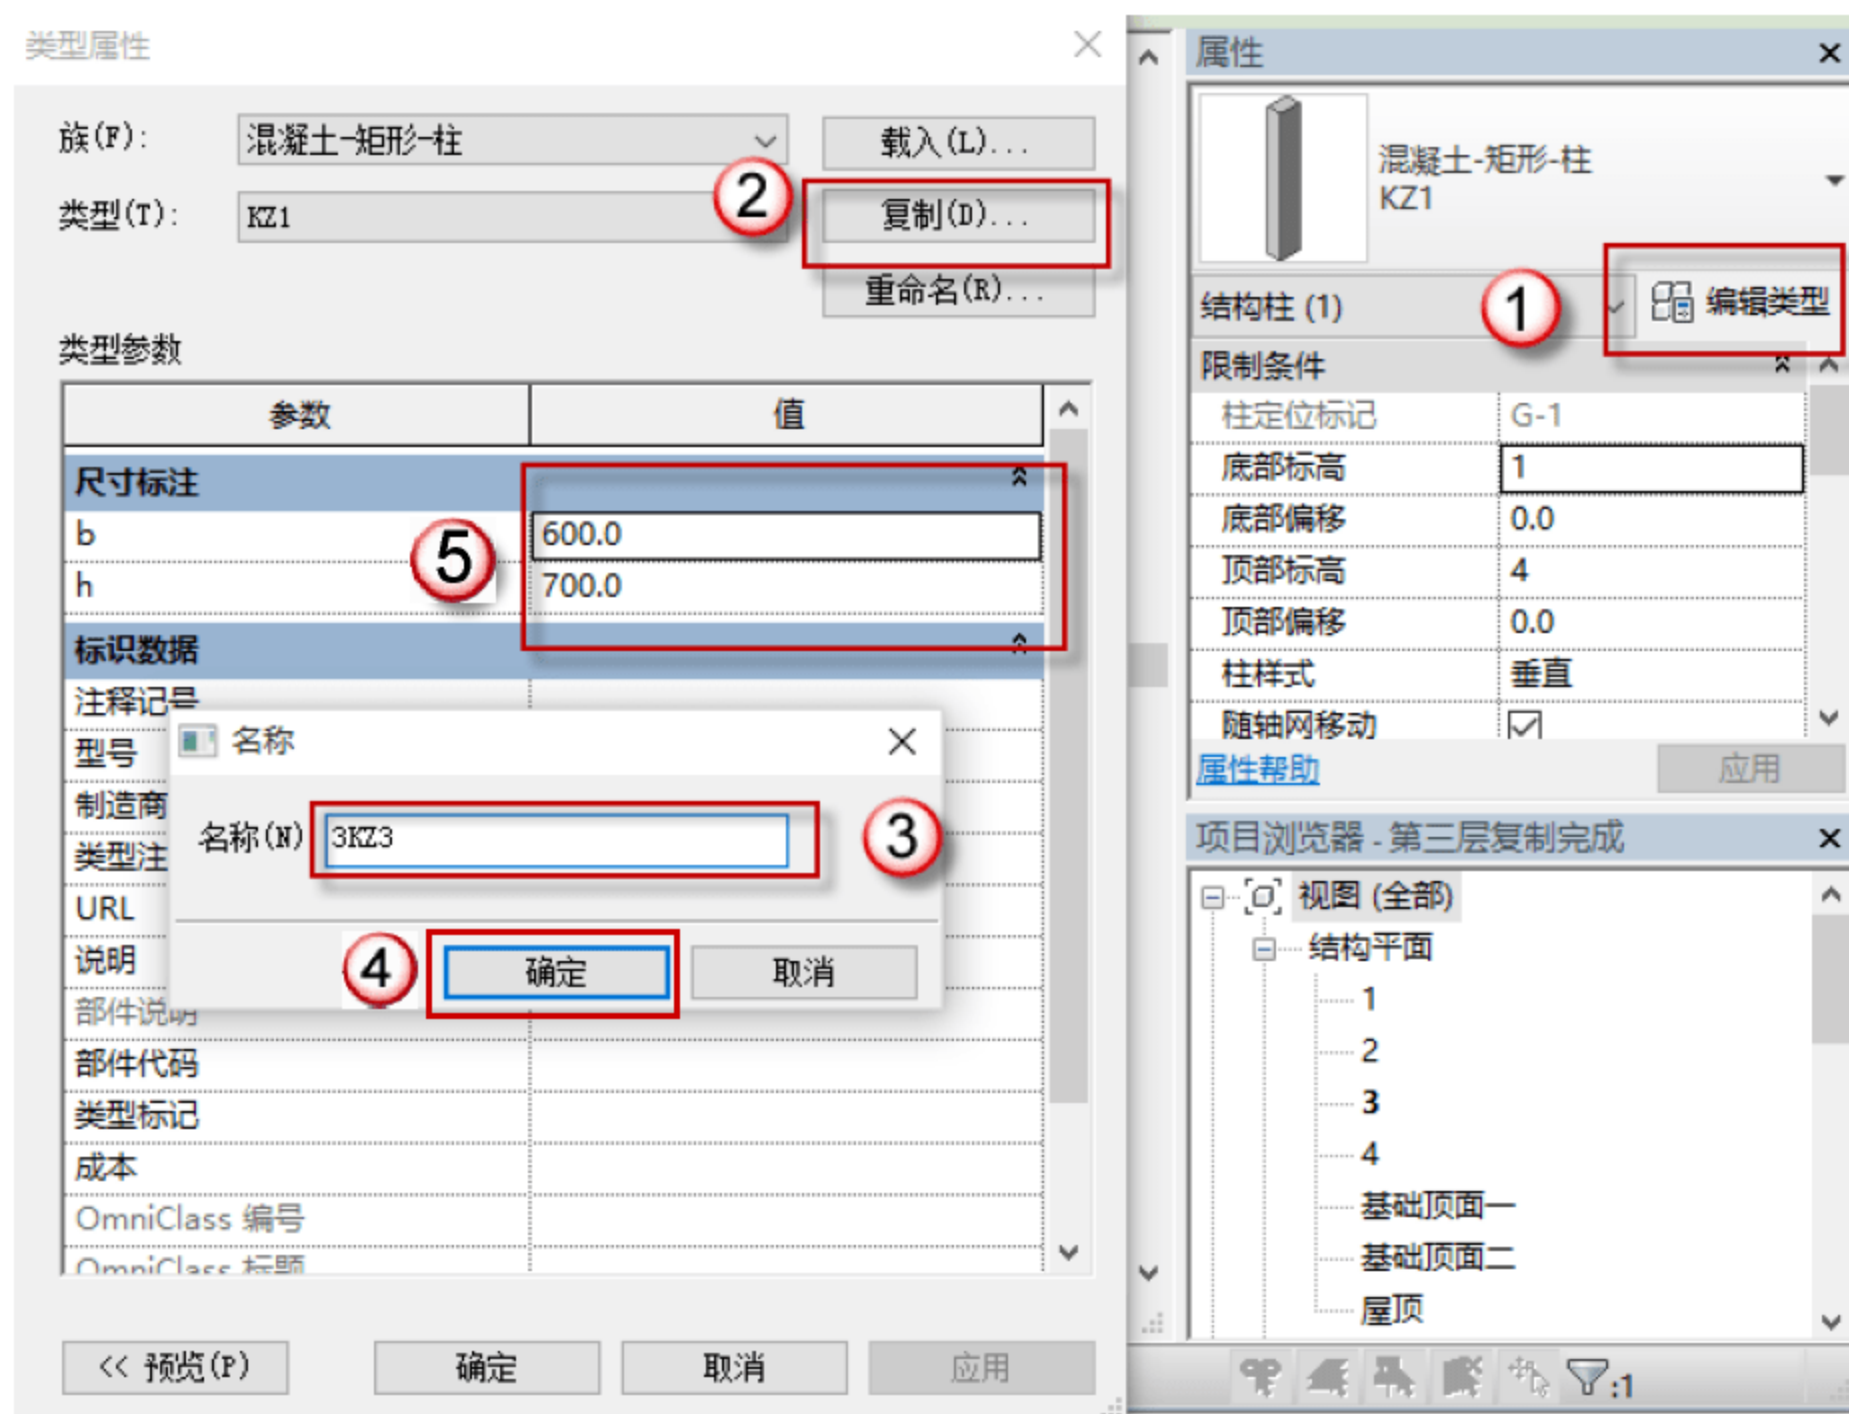

图 4.4.4 修改 KZ3
(4) 修改 KZ3 的参数以及名称，单击 KZ3 对象，单击“编辑类型”按钮，在弹出的对话框中，单击“复制”按钮，在弹出的对话框中命名新的族名称为“3KZ3”单击“确定”按钮，在“尺寸标注”栏中修改截面参数，如图 4.4.4 所示。